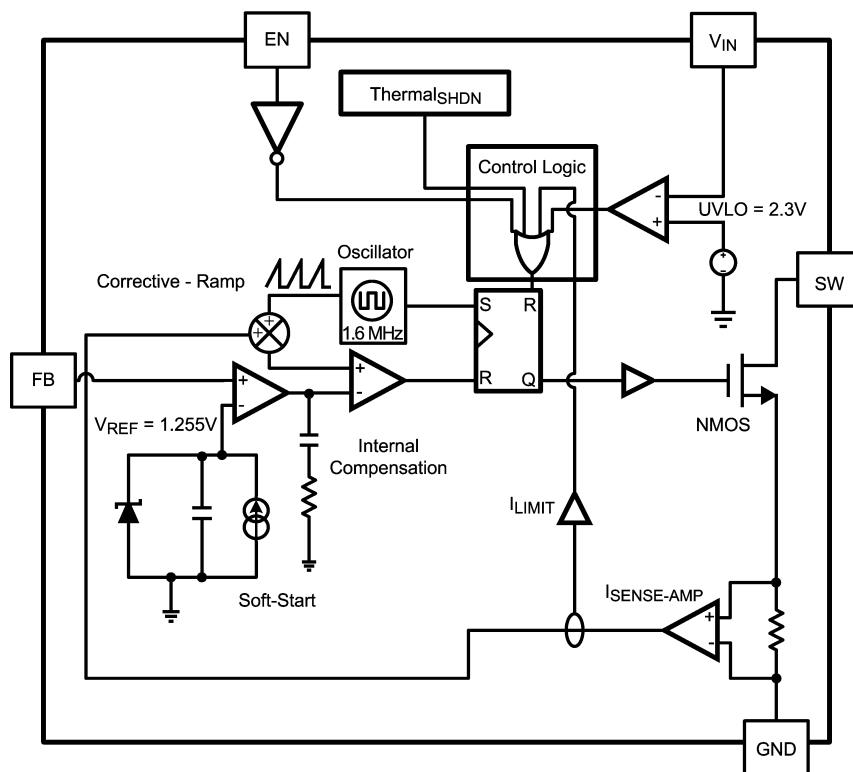
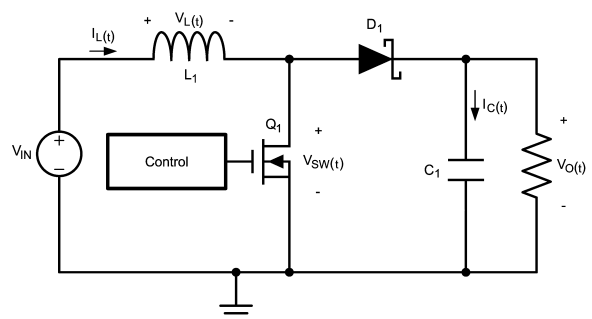
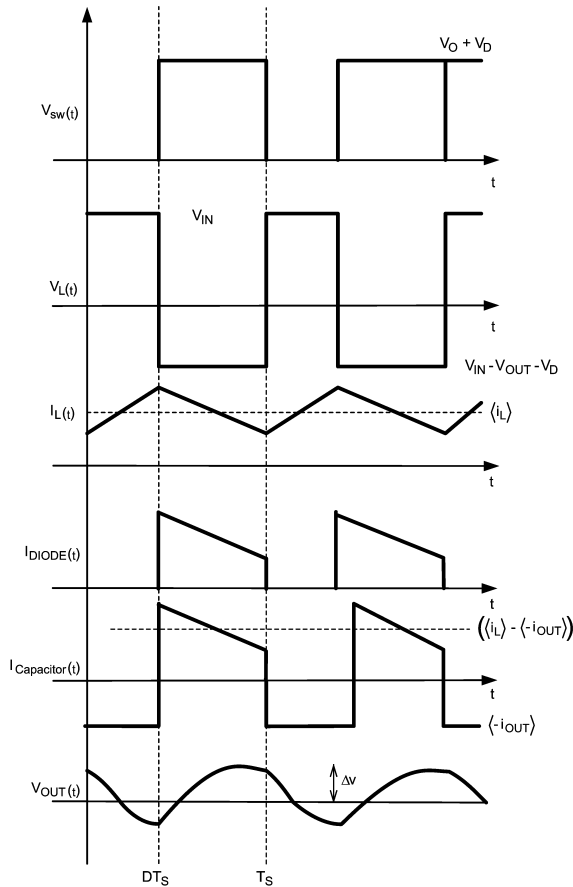

FIGURE 1. Simplified Block Diagram
FIGURE 2. Simplified Schematic
FIGURE 3. Typical Waveforms
LM2735 は 2.1A 以上のピーク・スイッチング電流を供給する一定周波数動作の PWM 昇圧型レギュレータ IC です。レギュレータのスイッチング周波数は、520 kHz または 1.60 MHz のいずれかにあらかじめ設定されています。このような高いスイッチング周波数を採用したことにより、LM2735 は小型表面実装のコンデンサとインダクタで動作し、その結果最小の基板面積の DC/DC コンバータを実現できます。LM2735 は補償回路を内蔵しているため、使用方法は簡単であり、ほとんど外付け部品を必要としません。LM2735 は出力電圧のレギュレーションに電流モード制御を採用しています。以下に述べる LM2735 の動作説明では、単純化したブロック図 (Figure 1)、概略回路図 (Figure 2)、および対応する波形 (Figure 3) を参照します。LM2735 は、一定の周波数でデューティ・サイクルを変化させて内蔵 NMOS 制御スイッチをスイッチングして、レギュレートされた出力電圧を外部に供給します。スイッチング・サイクルは内部発振器が生成するリセット・パルスの立ち下がりでエッジで始まります。このパルスが Low になると出力制御論理が内蔵 NMOS 制御スイッチをオンにします。オンの間、SW ピン電圧 (V_{SW}) は、ほぼ GND にまで低下し、またインダクタ電流 (I_L) は線形に増加します。 I_L は、スイッチ電流に比例した出力を発生する電流センス・アンプによって計測されます。センス信号にはレギュレータの補償ランプ信号が重畳され、帰還電圧と V_{REF} 電圧の差に比例したエラー・アンプ出力と比較されます。PWM コンバータ出力が High になると、次のスイッチング・サイクルが始まるまで出力スイッチはオフになります。スイッチがオフの期間、インダクタ電流はダイオード D_1 を介して放電し、このため SW ピンは、出力電圧にダイオードの順方向電圧 (V_D) を加えた値に強制されます。レギュレータ・ループはデューティ・サイクル (D) を調整して一定の出力電圧を維持します。